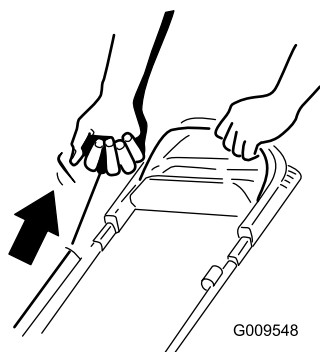

Figure 17
2. Tirez légèrement la poignée du lanceur (**Figure 17**) jusqu'à ce que vous sentiez une résistance, puis tirez vigoureusement et laissez le câble se rétracter lentement jusqu'au guide sur le guidon.